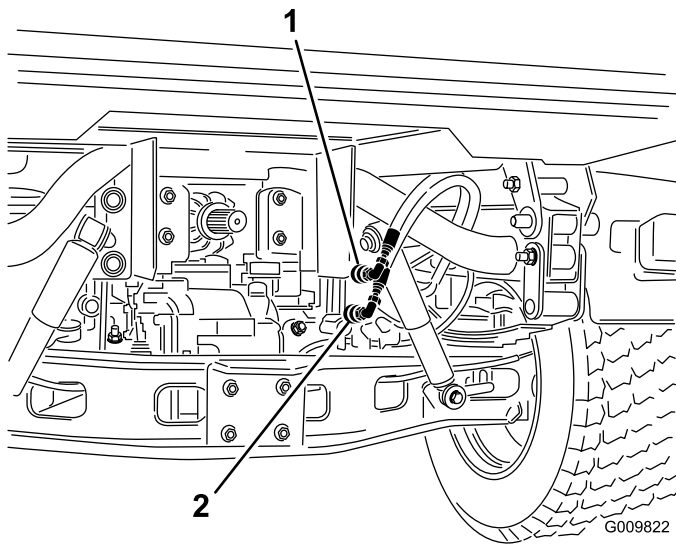

Figura 75
2. En ambas máquinas, desconecte las dos mangueras de acoplamiento rápido de las mangueras que están conectadas al soporte de acoplamiento (Figura 75).